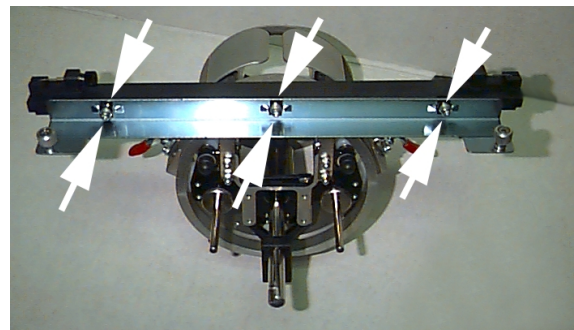
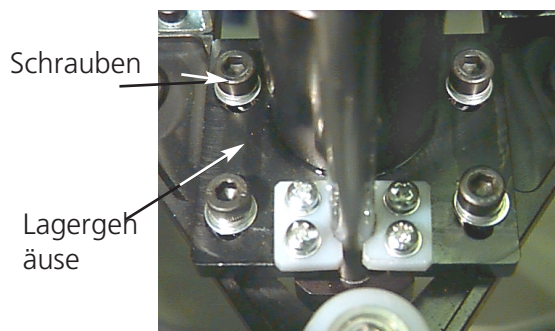

Abbildung 3-1
Abbildung 3-2
3. Die 3 Innensechskantschrauben entlang der Schnittstellen-Schelle (Abb. 3-1) und die 4 Innensechskantschrauben, die das Lagergehäuse halten (Abb. 3-2) müssen leicht lose sein.
12. Ziehen Sie die 3 Innensechskantschrauben an der Schnittstellen-Schelle mit einem 3mm Kurzarm-Sechskantschlüssel fest, bis sie die Schelle leicht berühren. Die Schnittstellen-Schelle muß immer noch nach oben und unten bewegt werden können. In Abb. 3-1 sehen Sie, wo sich die Schrauben befinden.